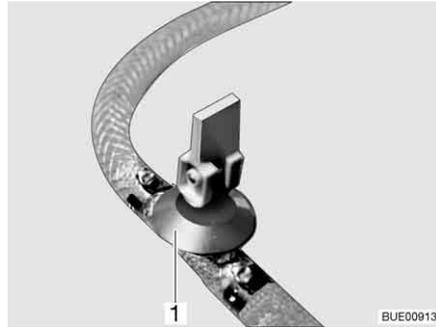

Fig. 128 Rubinetto di scarico
- Chiudere il rubinetto/i rubinetti di scarico. A questo scopo posizionare orizzontalmente la leva a bilanciere (Fig. 128,1).
- Aprire il rubinetto/i rubinetti di scarico (Fig. 128). A questo scopo posizionare verticalmente la leva a bilanciere (Fig. 128,1). Il boiler viene svuotato verso l'esterno.